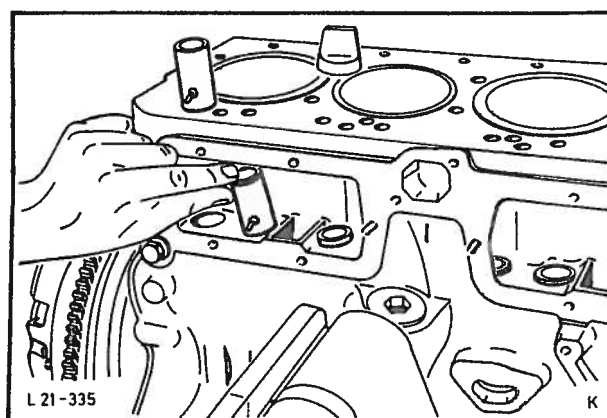

Fig. 72 Montering av ventilløftere.
46. Påfør olje på ventilløfterne og sett dem inn i samme hull som tidligere, fig. 72. Monter sidedekslene.